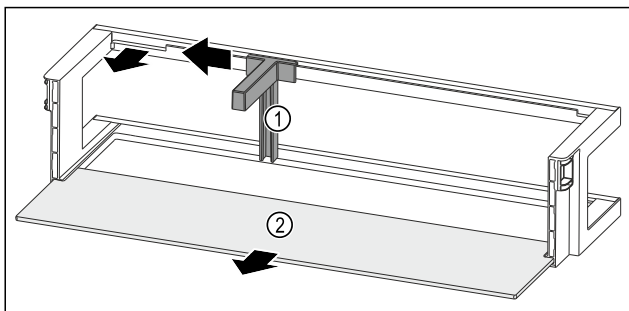

Fig. 147 Rafti i derës me mbajtëse për shishe dhe raft mbajtës
- Shtyni mbajtësen e shisheve Fig. 147 (1) anash deri te foleja.
- Hiqni mbajtësen e shisheve Fig. 147 (1).
- Hiqni raftin mbajtës Fig. 147 (2).